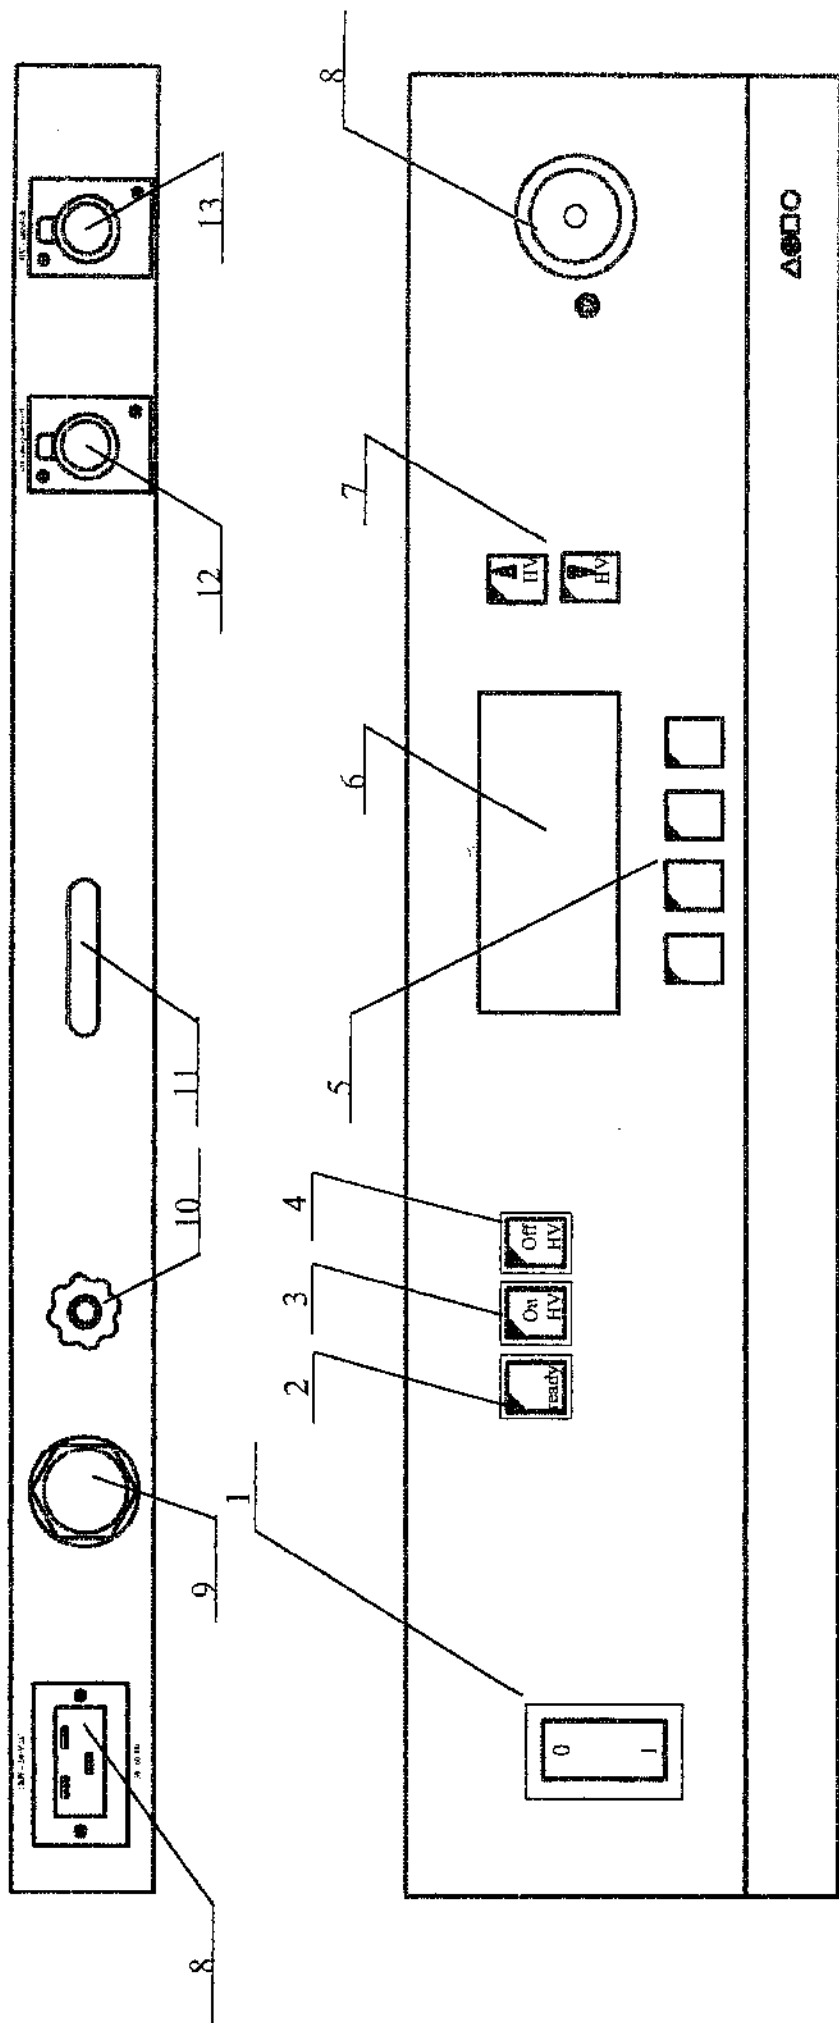

Рис. 1 Органы управления установкой VLF -28
2.3. Органы управления, расположенные на лицевой панели, представлены на рис. 1. Клавиши меню F1 и F2 не задействованы.
4. Проведение испытаний переменным напряжением 0,1 Гц. (Рис.1)